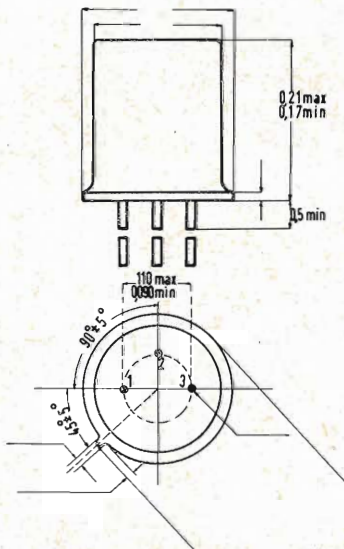

Fig. 7.1-1
7.1. Viene scelto il diodo tunnel 1N2939 General Electric, (fig. 7.1-1)